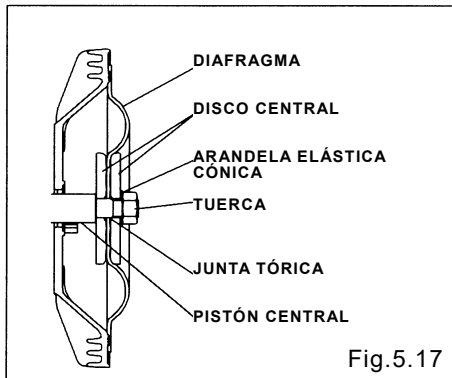

Fig.5.17
- Mantenga el lado convexo hacia fuera (consulte Fig. 5.17).
- Coloque las juntas tóricas a ambos lados del diafragma. (consulte Fig. 5.17)